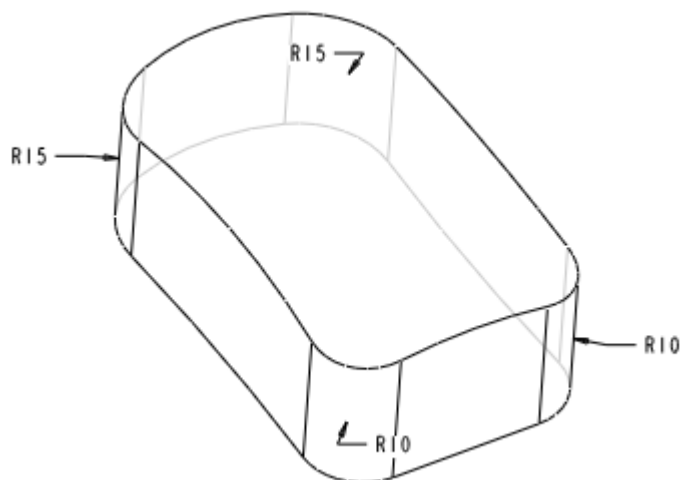

图 42-9
- (1) 单击  按钮 (或单击菜单【插入】 【倒圆角】命令), 打开圆角特征操控板。
(2) 分别对模型的四条竖直边线建立 R10、R15 的圆角, 如图 42-9 所示。